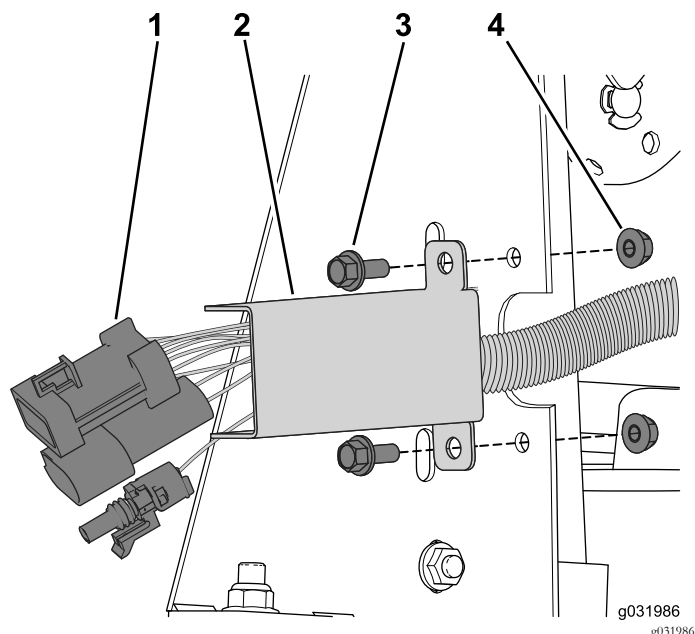

Figure 52
- Maintenez le faisceau dans la découpe en fixant la protection de câblage au cadre latéral à l'aide des 2 boulons à embase et des contre-écrous (Figure 52).